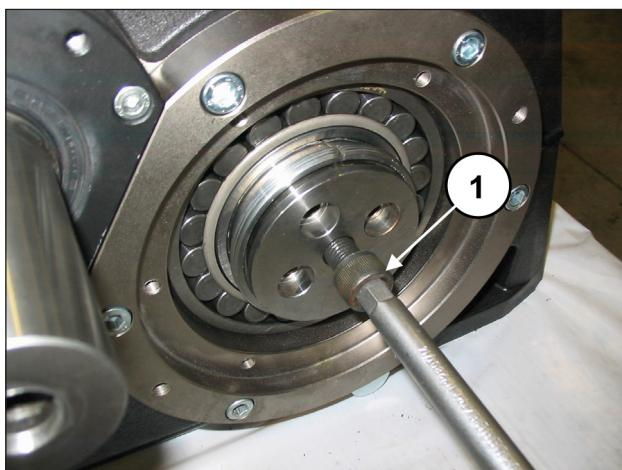

Fig. 79
Poser une vis M16 d'une longueur suffisante (35-40 mm) dans l'orifice M16 du vilebrequin et visser jusqu'à ce que la bride vienne en appui direct sur la douille (rep. ①, Fig. 79). Ne pas serrer la vis.